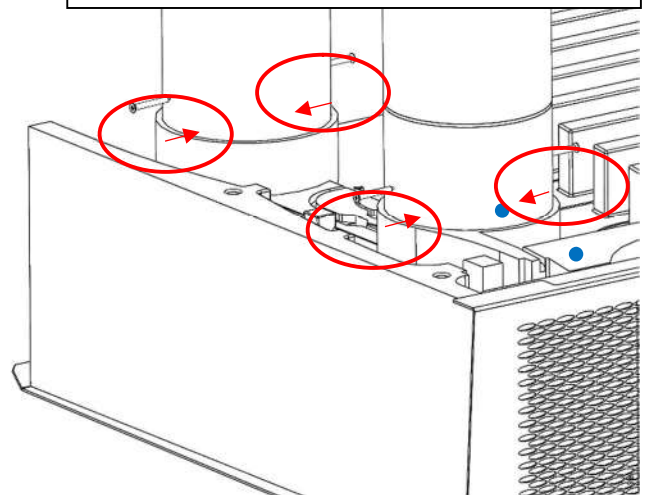
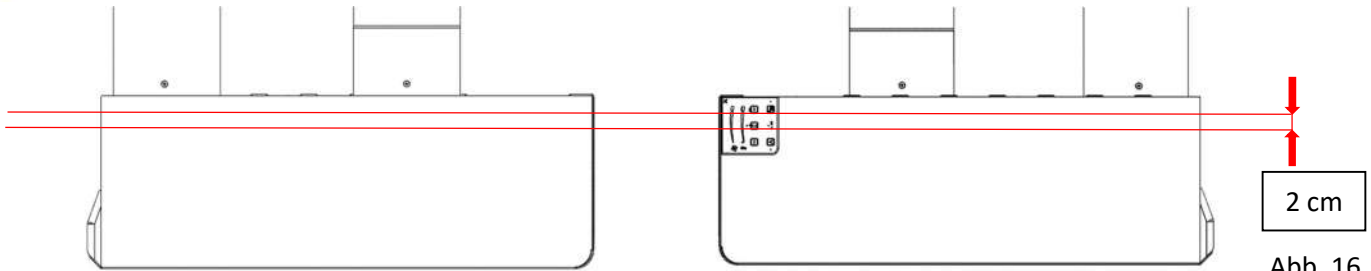

Abb. 15
Abb. 16
- Befestigen Sie die installierten Rohre mit den selbstschneidenden Schrauben $\varnothing 4 \times 22 \text{ mm}$ (im Lieferumfang als vorgeschriebenes Zubehör enthalten - Karton 2) gegeneinander, wie in Abbildung 15 – 4 angezeigt, in einem Abstand von 20mm vom Rand der Einheit, siehe Abbildung 16.
- Die installierte Rohrleitung befestigen Sie mit selbstschneidenden Schrauben $\varnothing 4 \times 22 \text{ mm}$ gegeneinander, wie in Abbildung 15 – 4 angezeigt, in einem Abstand von 20mm von der Gerätekante, siehe Abbildung 16.